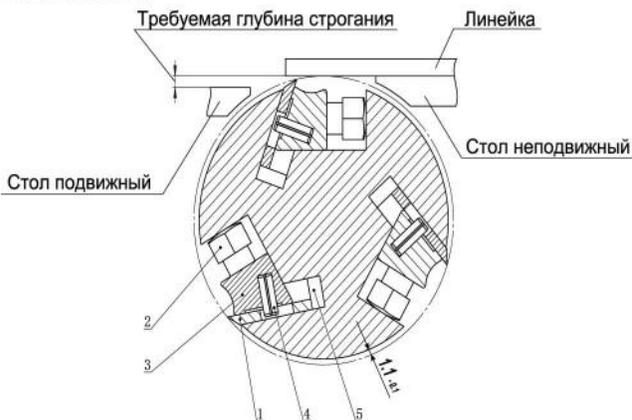

Рис. 22
1. Освободить нож (1) (См. Рис.22), путем отворачивания четырех болтов (2) из клиньев (3).
4. Доведение ножа до линейки обеспечивается пружиной (5) (См. Рис.22);
5. Закрепите нож, заворачивая болты (2) (См. Рис.22);
7. После окончательной затяжки болтов (2) (См. Рис.22) еще раз проверить линейкой правильность выставления ножа.